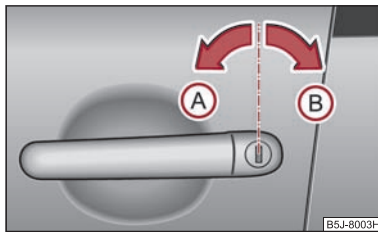

Fig. 25 Rotirea cheii pentru descuiere și încuiere
- Rotiți cheia în butucul ușii șoferului în poziție de deschidere **(A)** ⇒ fig. 25.
- Rotiți cheia în încuietoarea ușii șoferului în poziție de încuiere **(B)** ⇒ fig. 25.